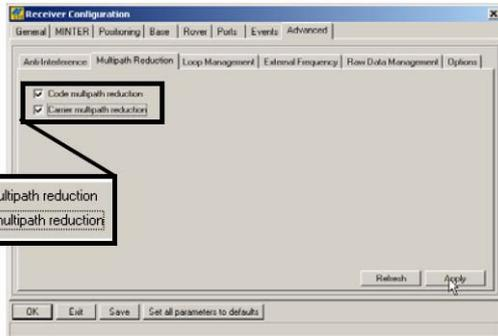

Figura 3-7. Configuración de parámetros de multicamino
9. Haga clic en la pestaña *Advanced* y a continuación en la pestaña *Multipath*. Ajustes los parámetros siguientes y haga clic en **Apply** (Figura 3-7 en la página 3-8).